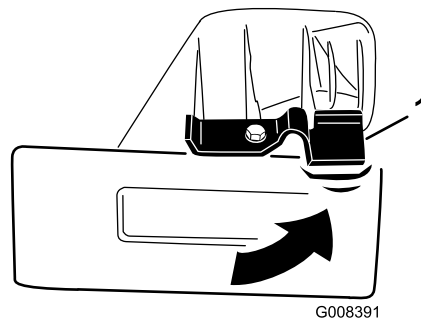

Figura 25
- Gire el cierre del tapón de mulching en el sentido contrario a las agujas del reloj a la posición de abierto (Figura 25).